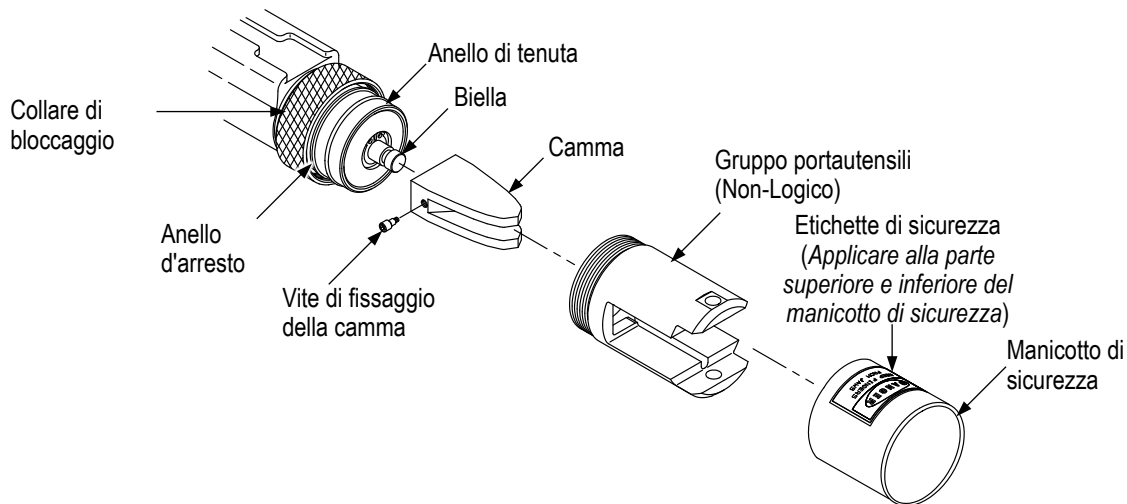

Figura 7
Nella confezione del gruppo portautensili è presente una striscia di etichette di sicurezza adesive stampate in diverse lingue. Rimuovere dalla striscia l'etichetta adeguata e applicarla sul manicotto di sicurezza (fornito con i gruppi portautensili piccolo e grande) come mostrato in Figura 7 o direttamente sull'adattatore (che non richiede manicotto di sicurezza).
2. Collocare la camma (con la vite di fissaggio) sulla biella come mostrato in Figura 7. La camma deve trovarsi a ridosso del lato della biella. Se ciò non avviene, ruotare in *senso antiorario* la vite di fissaggio della camma finché quest'ultima non aderisce correttamente alla biella.